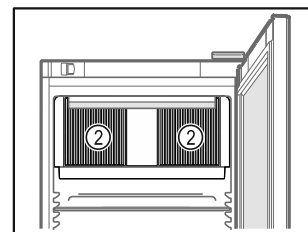

Fig. 49
- ☐ Ventilatiesleuf Fig. 49 (2) van de ventilator in de binnenruimte vrijhouden.